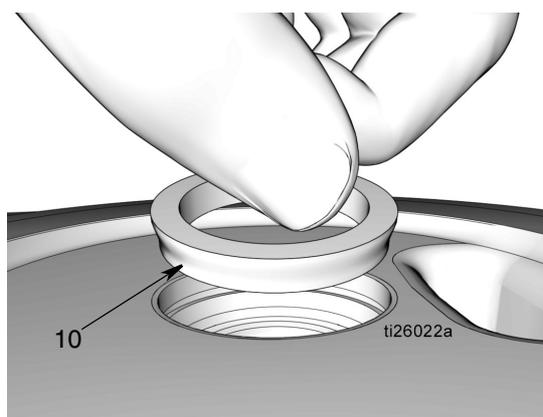

FIG. 40
- i. Monte el espaciador cónico (10), con el lado cónico orientado hacia abajo como se observa en FIG. 40.